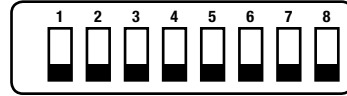

**Figure 3**
- b. (Esta característica sólo debe utilizarse para ajustes finos) Para ajustar el tiempo del gráfico, pulse y mantenga apretados los botones ADJUST-UP y ADJUST-DOWN situados en la parte posterior de la unidad junto al interruptor Dip (vea la figure 3). El LED verde parpadea rápidamente alrededor de cinco segundos y luego pasa a ser de color verde entero. En este estado, el botón ADJUST-UP mueve el gráfico hacia delante (en el sentido de las agujas del reloj) y el botón ADJUST-DOWN lo hace hacia atrás (en sentido contrario al de las agujas del reloj). Gire el gráfico hasta que la hora correcta (y el día, si corresponde) en el gráfico haga referencia a la flecha temporizadora. Una vez ajustado el gráfico, pulse el botón PEN HOME para salir del Modo de Ajuste de Gráfico. La unidad tarda un minuto para salir del Modo de Ajuste de Gráfico cuando se pulsa PEN HOME.